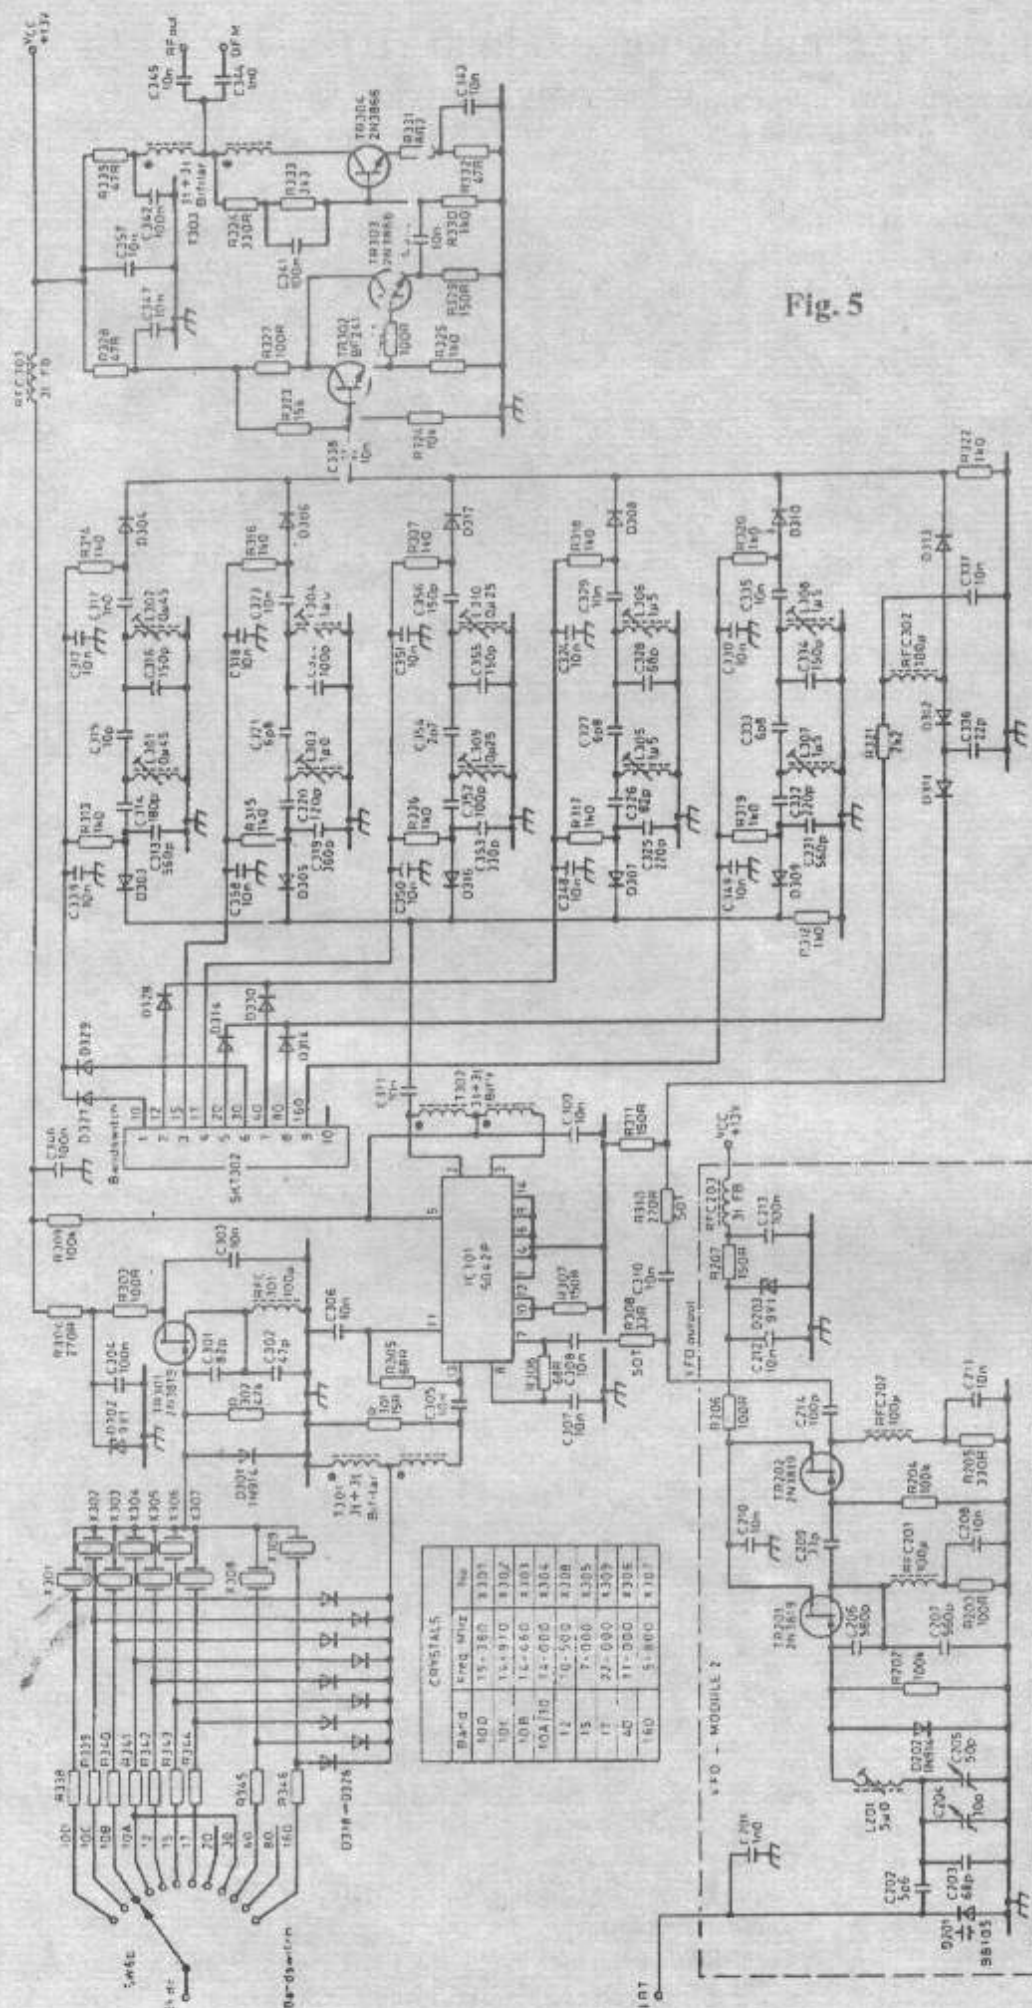

Fig. 5
În Fig. 5 este dată schema pentru oscilatorul local. Aceasta cuprinde oscilatorul cu frecvență variabilă (VFO), oscilatorul cu cristale (XO), premixerul, filtrele trece-bandă și amplificatorul de bandă largă. Toate acestea constituie oscilatorul local (LO) al transceiverului, cel care generează semnalul care se aplică mixerului în inel din modulul 1.
Ieșirea VFO-ului este cuplată printr-o bucată mică de cablu coaxial RG174 la IC301 (Fig. 5) - un circuit SO42P de la Siemens, circuit care este un mixer dublu echilibrat. R308 atenuează un pic semnalul de la VFO și poate fi modificată (prin înlocuirea ei cu una de altă valoare) pentru a obține o injecție de semnal din VFO care să nu depășească 100mV la pinul 7 al lui IC301. (*N. Trad.* Dacă nu se specifică altfel tensiunile de curent alternativ sunt date în valori efective). Semnalul de la VFO mai este transmis, prin R310 la un comutator cu diode compus din D311, D312 și D313. În benzile de 3,5MHz și 14MHz, comutatorul acesta este activat (aplicînd +13V din comutatorul de bandă prin diodele D314 și D315), permițînd semnalului de la VFO să ajungă direct la amplificatorul de bandă largă compus din TR302, TR303 și TR304, unde este amplificat pînă la un nivel de cca. 500mV, nivel necesar atacării mixerului în inel cu diode SBL-1 din modulul 1. TR302 și TR303 sunt montate în conexiune Darlington, asigurînd un cîștig ridicat, impedanță de intrare mare și impedanță mică de ieșire. Ei atacă apoi pe TR304, un amplificator de putere realizat cu 2N3866, lucrînd în clasa A și avînd o reacție negativă locală pentru a îmbunătăți liniaritatea circuitului. Tranzistorul TR304 necesită un mic radiator. Ieșirea lui TR304 este adaptată la 50Ω de către T303, un transformator 4:1. Semnalul de ieșire trebuie să aibă un nivel de cca. 500mV. Cîștigul acestui etaj este prescris de către R331 (valoare nominală 8,2Ω) și poate fi reglat dacă este necesar. Ieșirea de la amplificatorul de putere este condusă printr-o bucată de cablu RG174 către mixerul în inel cu diode.